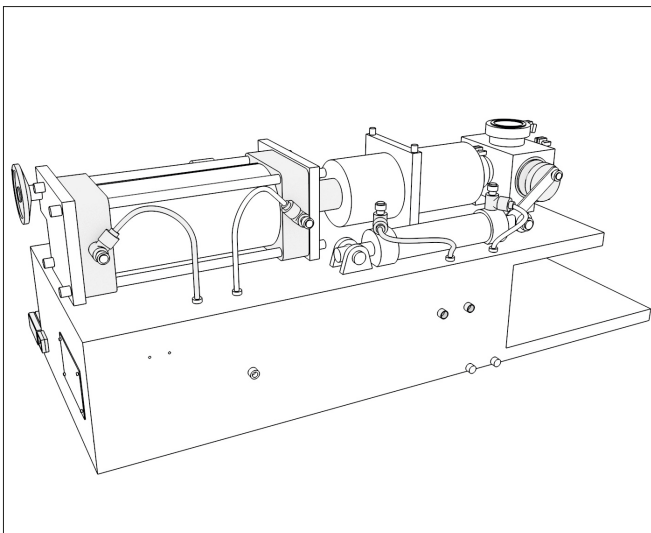

Рис. 9
10.9. Проверить отсутствие механических повреждений на самой машине и ее частях, проверить внешний вид оборудования по фотографии на обложке данного руководства и по рис. 9.